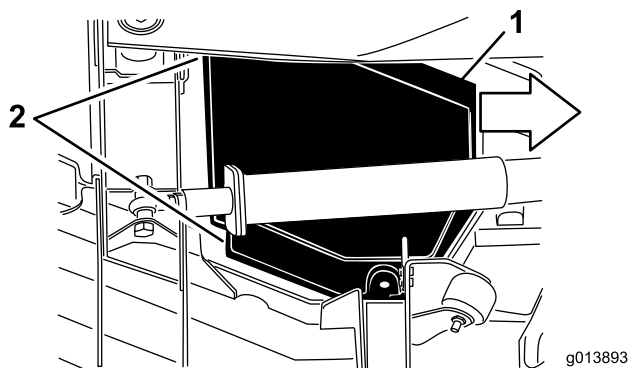

Figura 46
5. Mientras levanta la cubierta, deslícela aproximadamente 2,5 cm hacia la unidad de tracción, para separar el borde exterior de la carcasa (Figura 46).